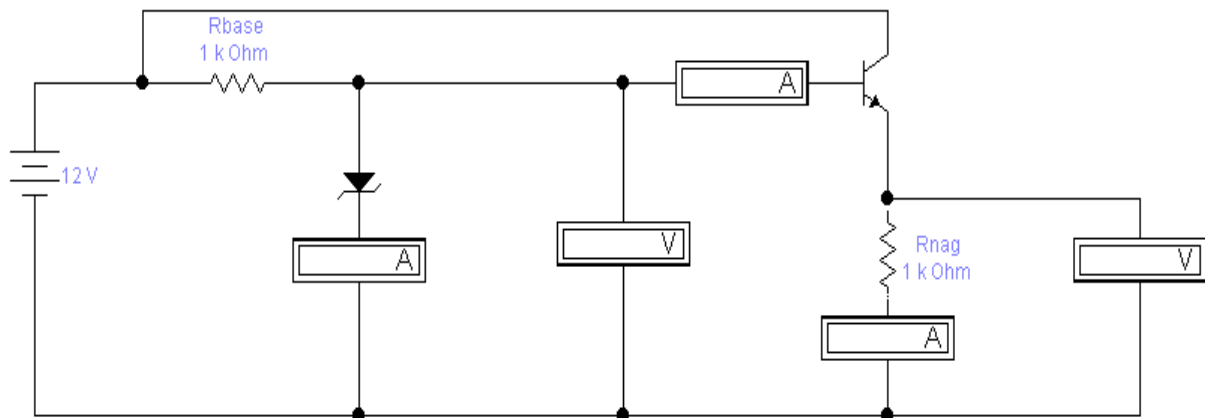

Рисунок 4.44 – Схема компенсаційного стабілізатора напруги
1. Зібрати в програмі Electronics Workbench наведену схему компенсаційного стабілізатора напруги на одному транзисторі (рис. 4.44).